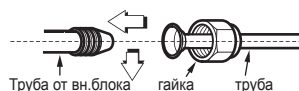

рис.5-3
- Достаточно затяните накидную гайку (см рис.5-3)